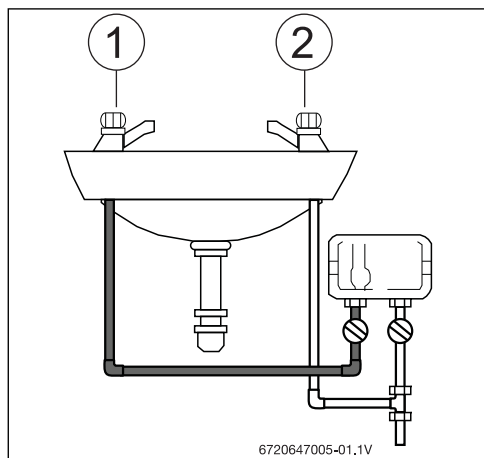
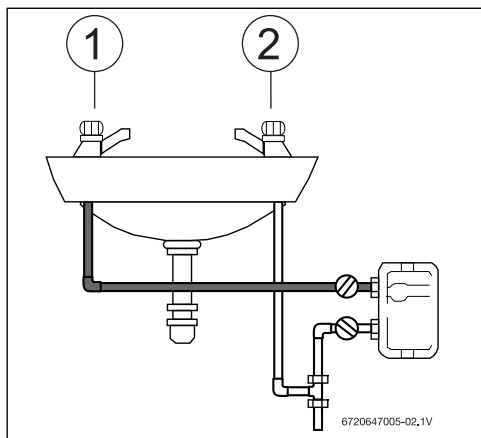
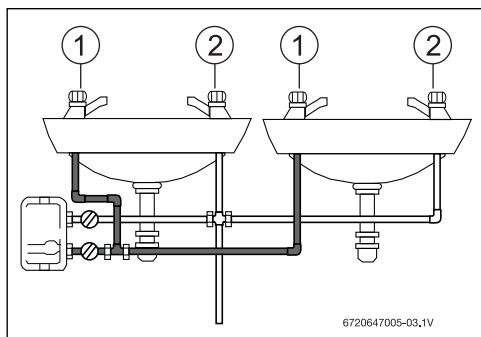

Fig. 6 Ejemplos de instalaciones (vista frontal)
Fig. 7 Ejemplos de instalaciones (vista frontal)
Fig. 8 Ejemplos de instalaciones (vista frontal)
- ▶ Móntese sólo como se muestra en Fig. 6, Fig. 7 y Fig. 8 con las conexiones de agua situadas en la parte inferior o en el lado derecho de la unidad. Recuerde que debe mantener la longitud de tubería de agua caliente al mínimo, a fin de ahorrar energía.